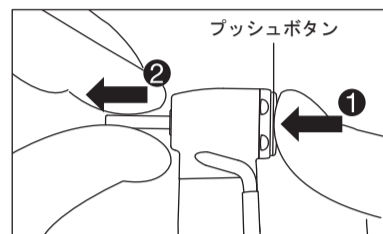

図 4
プッシュボタンを押してチャックを開き(①)、バーを取り外します(②)(図4)。